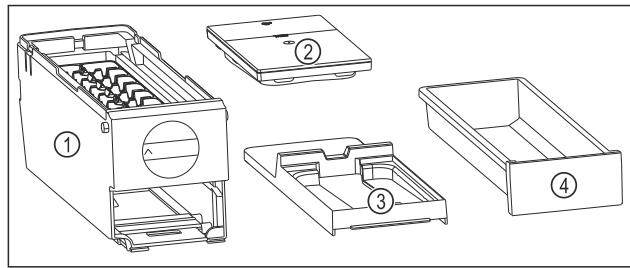

Fig. 80 Součásti EasyTwist-Ice
- EasyTwist-Ice je rozebrán na čtyři části. (viz Fig. 80)
- EasyTwist-Ice rozebírejte pouze na zobrazené součásti. (viz Fig. 80)
- Korpus EasyTwist-Ice Fig. 80 (1) vyčistěte jako celek.